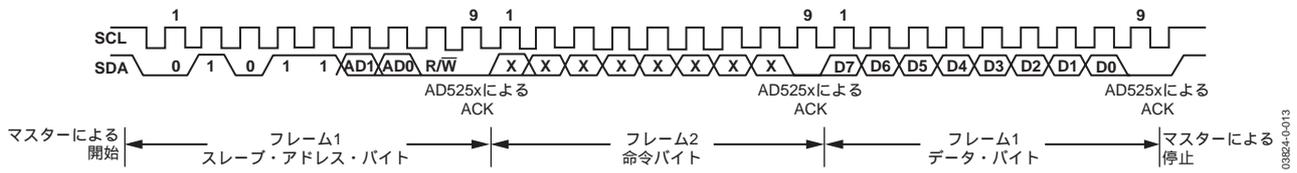
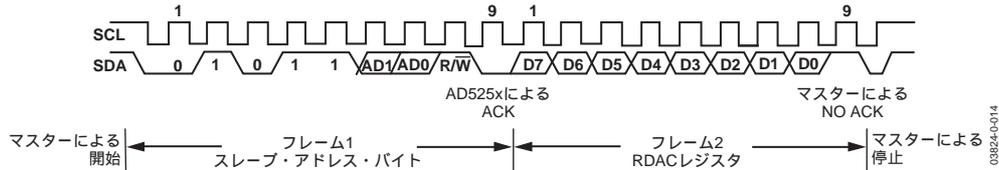

図33. 一般的なI²C書き込みパターン
図34. 一般的なI²C読み出しパターン
AD5253/AD5254はI²C互換シリアル・バス経由で制御することができ、このバスにスレーブ・デバイスとして接続できます。2線式I²Cシリアル・バス・プロトコルを次に説明します(図33および図34を参照)。
1. マスターは、SCLがハイレベルのときにSDAをハイレベルからローレベルに引き込み開始条件を確立することによって、データ転送を開始します(図33)。次のバイトはスレーブ・アドレス・バイトで、01011として定義されたスレーブ・アドレスの5ビットのMSBから構成されます。次の2ビットはAD1とAD0で、I²Cデバイスのアドレス・ビットを表します。AD1ビットとAD0ビットの状態に応じて、4個のAD5253/AD5254を同じバス上でアドレス指定できます。最後のLSBはR/Wビットで、スレーブ・デバイスに対するデータの読み出しまたは書き込みを指定します。
2. 書き込みモードでは(EEMEMからRDACレジスタへの復元の場合を除く)、スレーブ・アドレス・バイトの後ろに命令バイトが1バイト続きます。命令バイトのMSBはCMD/REGです。MSB=1でコマンド命令バイトのCMDがイネーブルになり、MSB=0で一般レジスタへの書き込みがイネーブルになります。命令バイトの3番目のビットはEE/RDACで、MSB=0、すなわち一般書き込みモードでのみ「真」になります。EEはEEMEMレジスタを、REGはRDACレジスタをイネーブルにします。下位5ビット(A4~A0)は、EEMEMおよびRDACレジスタのアドレスを指定します(図27および図28を参照)。MSB=1のとき、すなわちCMDモードのとき、MSBに続く4ビットはC3~C0で、12種類の定義済みのEEMEM制御とクイック・コマンドに対応します。予備コマンドも4つあります。下位3ビット(A2, A1, A0)は、4チャンネルのRDACアドレスを指定します(図31を参照)。命令バイトをアクノレッジした後の、書き込みモードの最後のバイトはデータバイトになります。データは、9個のクロック・パルス(8ビットのデータと、それに続くアクノレッジ・ビット)でシリアル・バス上を伝送します。SDAライン上の遷移はSCLのローレベル区間で発生し、SCLのハイレベル区間は安定している必要があります(図33)。もう1つの読み出し方法であるランダム読み出しを図30に示します。
3. 現在の読み出しモードでは、RDAC0データバイトがスレーブ・アドレス・バイトのアクノレッジの直後に続きます。アクノレッジの後ろにRDAC1、RDAC2……が続きます(書き込みモードでは少し異なり、RDAC3データを表す最後の8ビットのデータの後ろにはノー・アクノレッジ・ビットが続きます)。同様に、SDAライン上の遷移はSCLのローレベル区間で発生し、SCLのハイレベル区間は安定している必要があります(図34)。もう1つの読み出し方法であるランダム読み出しを図30に示します。
4. 全データビットの読み出しまたは書き込みが終了すると、マスターにより停止条件が確立されます。停止条件は、SCLのハイレベル中にSDAラインがローレベルからハイレベルへ遷移することとして定義されます。書き込みモードでは、マスターが10番目のクロック・パルスでSDAラインをハイレベルにして、停止条件を確立します(図33)。読み出しモードでは、マスターは9番目のクロック・パルスでノー・アクノレッジを発行します(SDAラインはハイレベルを維持)。その後、マスターは10番目のクロック・パルスの前にSDAラインをローレベルにし、クロック・パルスがハイレベルになると停止条件を確立します(図34)。